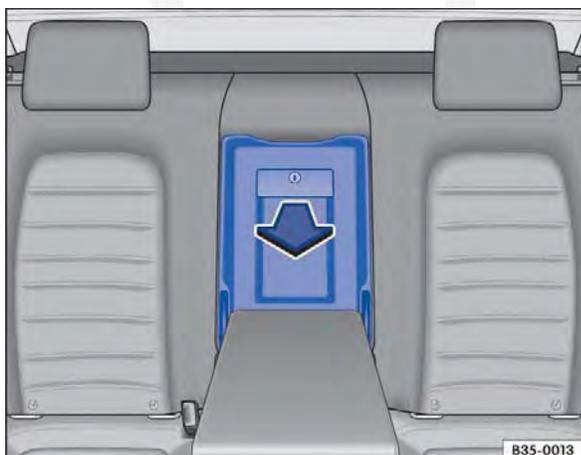

Fig. 100 No encosto do banco traseiro: abrir o dispositivo para transporte de objetos longos.
- Puxar a alavanca de destravamento \Rightarrow Fig. 100 e rebater a tampa do dispositivo para transporte de objetos longos completamente para a frente, na direção da seta.